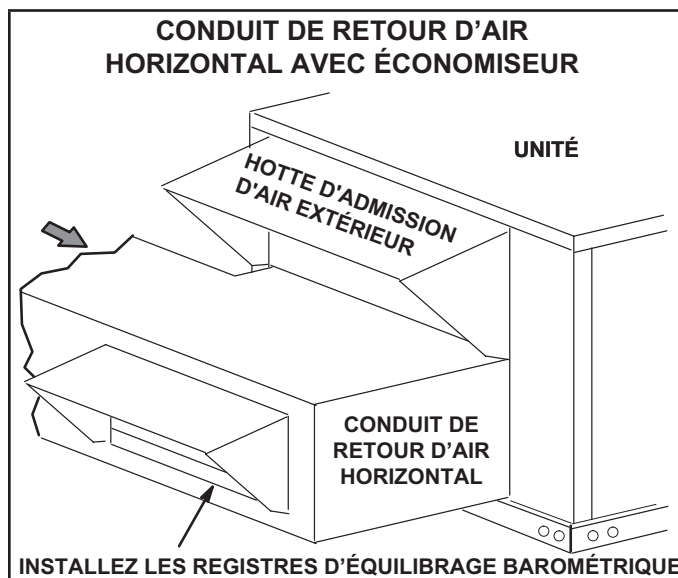

FIGURE 4
- 5 - Installez le conduit de retour d'air sous l'admission d'air extérieur. Reportez-vous à la FIGURE 4. Installez le registre d'équilibrage barométrique dans la hotte inférieure et installez-le dans le conduit comme indiqué à la FIGURE 4.